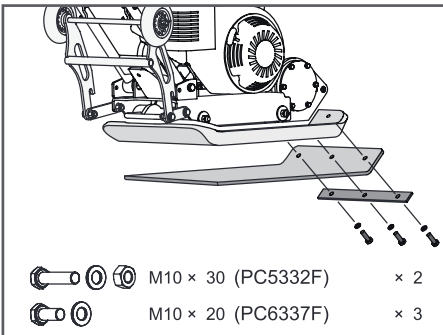

Рис. 8 Установка резинового коврика
- Совместите отверстия в рабочей плите 1, коврик 2 и крепежной пластине 3 и закрепите коврик на рабочей плите с помощью крепежа, как показано на Рис. 8.